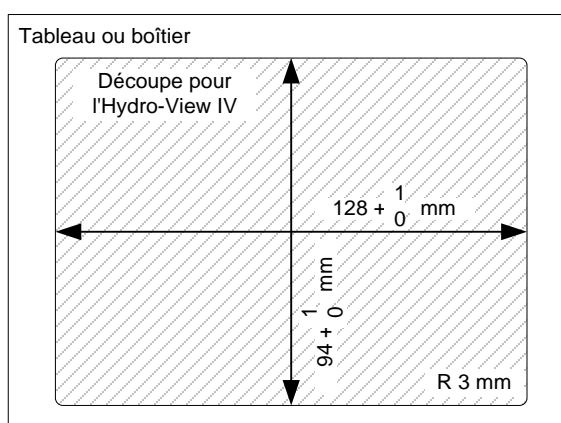

Figure 4 : découpe du tableau pour l'Hydro-View IV
- Découpez dans le tableau une ouverture de la taille adéquate. Voir le modèle sur la Figure 4.